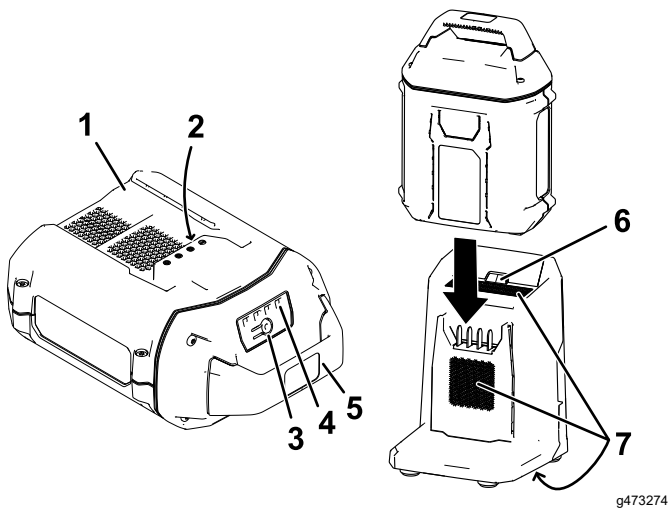

Figure 14
- 2. Alignez le creux de la batterie (Figure 14) sur la languette du chargeur.
- 3. Insérez la batterie dans le chargeur jusqu'à ce qu'elle soit complètement enclenchée (Figure 14).